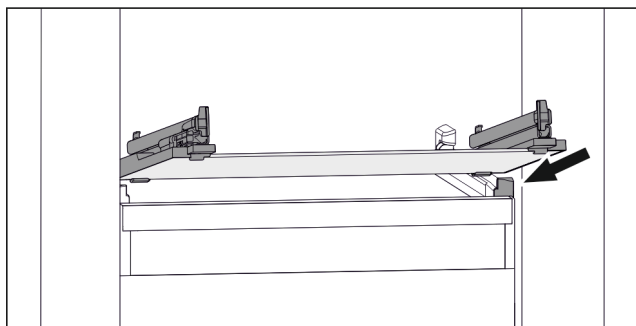

Fig. 79 Representación de la placa de vidrio a modo de ejemplo
- ▶ Coloque la placa de vidrio inclinada detrás de los topes. (consulte Fig. 79)